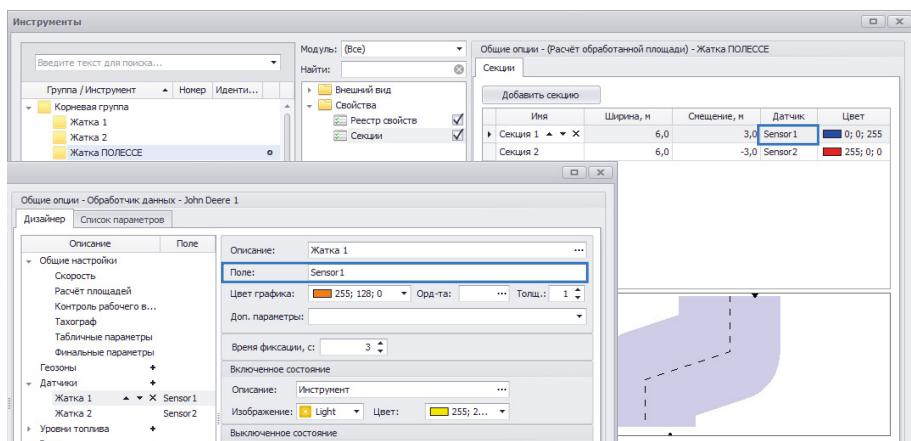
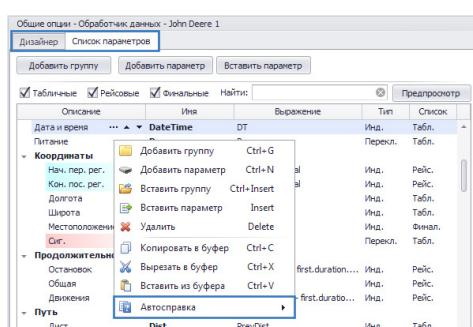

Рис.19. Привязка датчика подключения секции.
Рис.20. Вызов автосправки.
- если для выбранного ТС настроен хотя бы 1 делитель и разбивку трека на рейсы по смене инструмента нужно выполнить независимо от настроенного делителя, то необходимо нажать кнопку (Рис.19) для создания новой группы делителей и продолжить настройку делителя на новой вкладке.
- если разбивку трека на рейсы по смене инструмента необходимо выполнить одновременно с настроенным делителем, т.е. сперва сформировать рейсы по одному делителю, а затем каждый отдельный рейс разбить снова на рейсы по другому делителю, то новый делитель должен быть добавлен в существующую группу делителей (Рис.20).
- Делитель должен иметь следующие настройки (см. Рис.19, Рис.20):